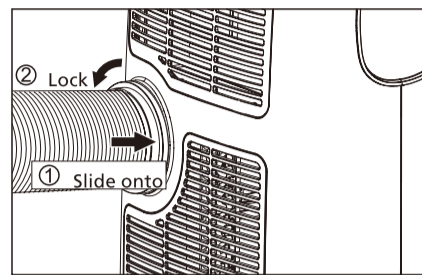

Fig. 4
- 3 Montieren Sie den Schlaucheinlass in das Gerät (Abb. 4).